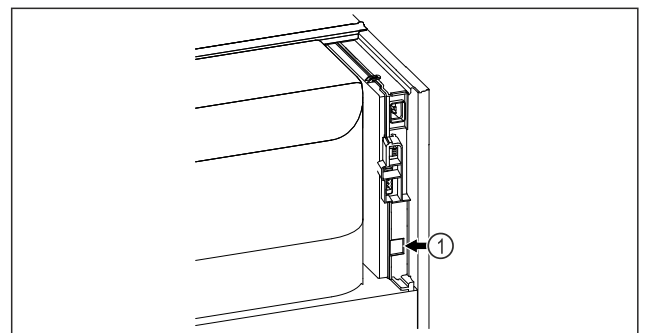

Fig. 97
- SmartModule Fig. 97 (1) on asennettu.